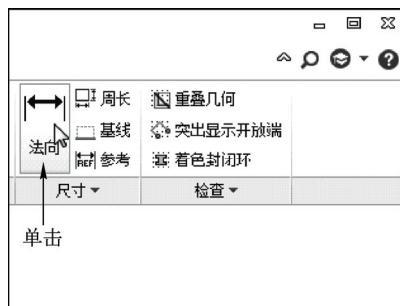

图 4-2 单击“法向”按钮
STEP 02 在功能区选项板的“草绘”选项卡中，单击“尺寸”面板中的“法向”按钮，如图 4-2 所示。